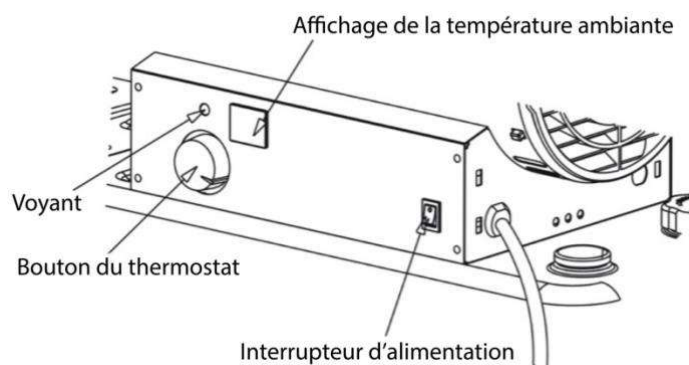

Figure 5. Panneau de commande
4. Tournez le bouton de commande du thermostat sur la température souhaitée. La plage de réglage est comprise entre 5°C et 45°C. Placez l'interrupteur d'alimentation en position « ON » (voir figure 5). Le voyant d'alimentation et l'affichage de la température ambiante s'allument et l'appareil démarre.